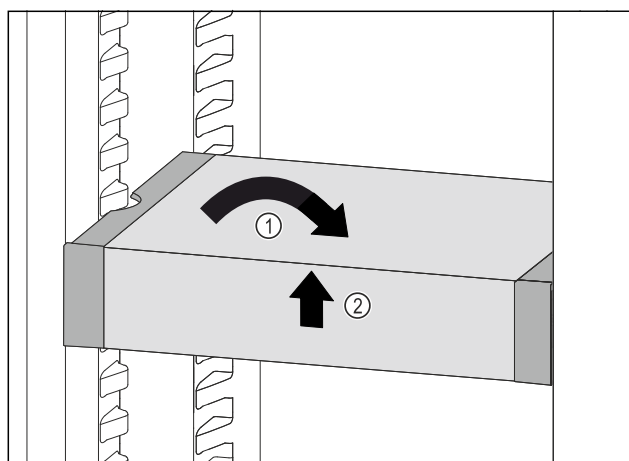

Fig. 64
- ▶ VarioSafe postavte rovně. Fig. 64 (1)
- ▶ VarioSafe vpředu zvedněte. Fig. 64 (2)